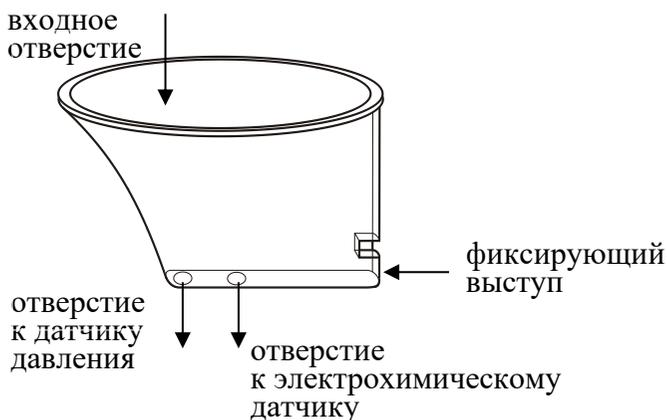

Рисунок 3 – Мундштук-воронка
1.4.21  Многоразовый **мундштук-воронка** (рисунок 3) формирует поток выдыхаемого воздуха для отбора пробы при работе анализатора в режиме скрининга.